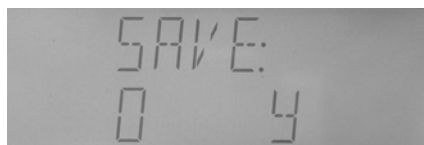

图 4—27 文件操作功能页面
2. 按下 $\boxed{\text{文件}}$ 键进入文件功能操作界面，仪器首先显示当前正在使用的文件号，如果并没有使用任何文件则调用缺省设置，文件号为 0。如图 4—27 所示。